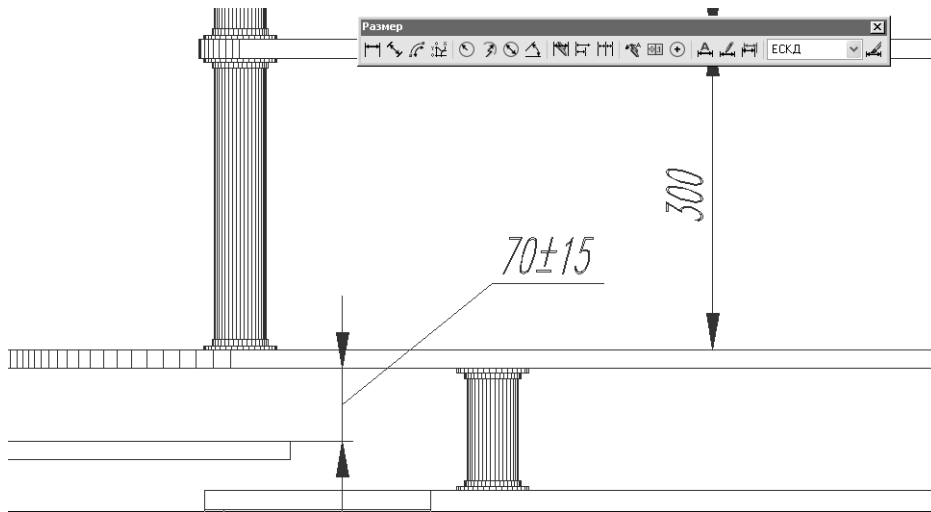

Рис. 11.40 ▼ Размерный объект обновлен в соответствии с параметрами перекрытого стиля
- AutoCAD предложит выбрать объект, стиль которого нужно обновить. Щелкните на размере 70 мм и нажмите **Enter** для завершения выбора. На чертеже появятся стрелки, в соответствии с параметрами перекрытого стиля **ЕСКД** (рис. 11.40).